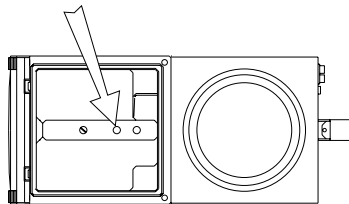

fig. 4
6. Brandt het controlelampje niet dan bevindt er zich nog lucht in het systeem, controleer de toevoergaten onderin het reservoir (fig. 4) op eventuele luchtbellen, indien aanwezig verwijderen, met b.v. een potlood.